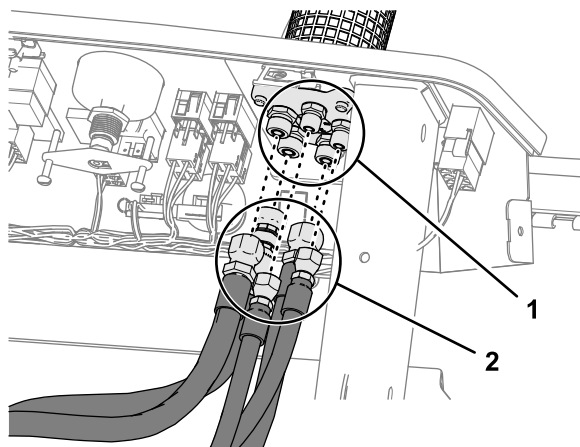

Figure 48
3. Débranchez les 5 flexibles de direction du raccord sur le distributeur de direction (Figure 48).